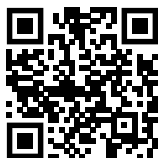

Fig. 151
- ▶ Atverkite Liebherr SmartMonitoring Dashboard. (žr. Fig. 151)